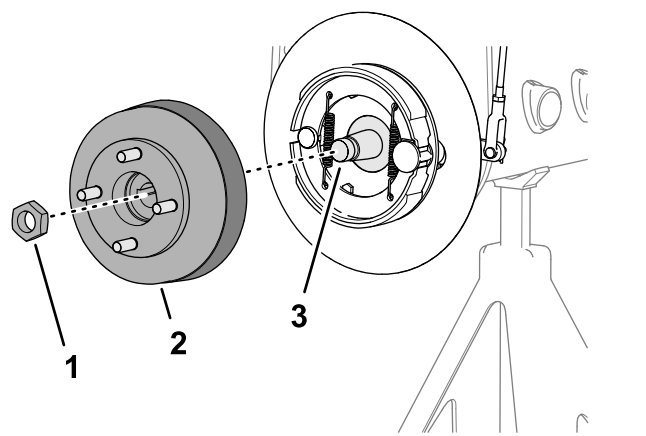
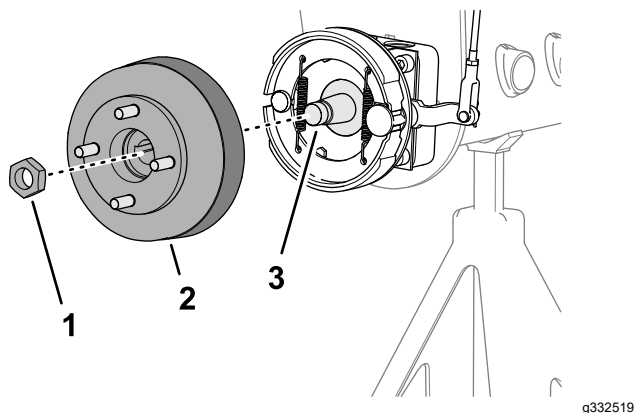

図 62
図 61
4. 所定のホイールハブ プラーを使用してホイールハブとブレーキドラムをホイールモータのシャフトから抜き取る 図 61 または 図 62。
1. ハブをホイールモータのシャフトに固定しているロックナットを外す 図 61 または 図 62。